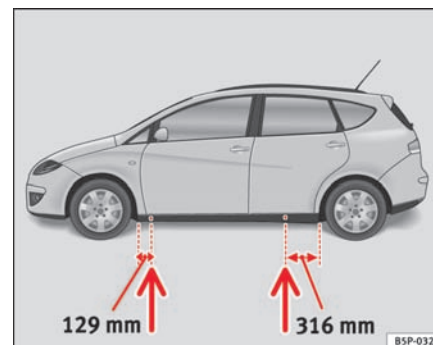

Fig. 179 Puntos de apoyo del gato
- Busque en el larguero inferior del vehículo el punto de apoyo mas cercano a la rueda pinchada ⇒ **página 253, fig. 179**
En el larguero inferior van marcados los lugares en los que se puede apoyar el gato ⇒ **página 253, fig. 179.** Se ha previsto un lugar para cada rueda. El gato no debe colocarse en otros lugares.